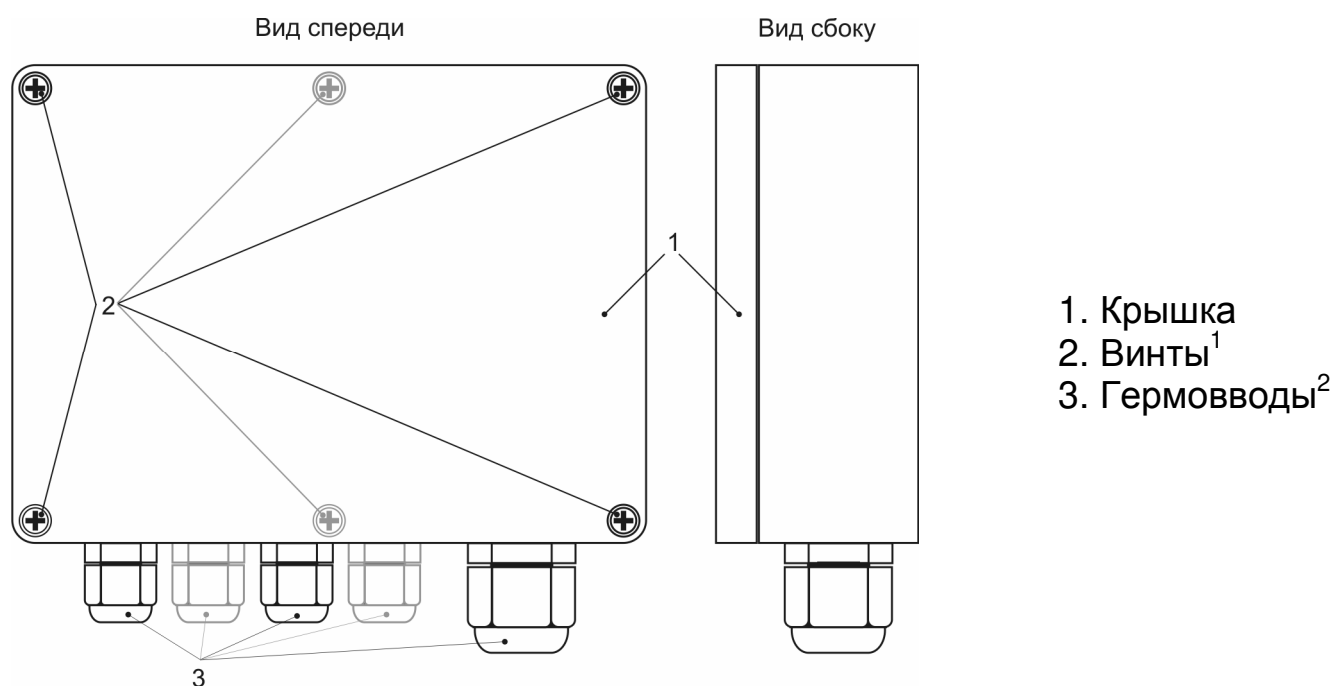

Рисунок 1 - Блок измерительных преобразователей
**4.2.3** Отвинтить винты (2) и снять крышку (1) с блока измерительных преобразователей (рисунок 1).